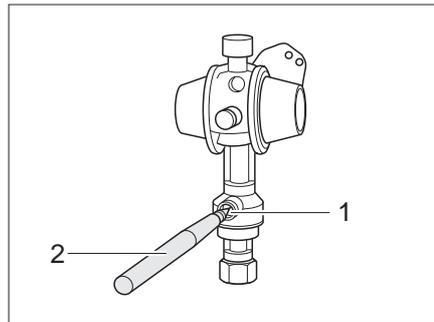

Bild 182 Crash-Sensor
- Mit einem Stift (Bild 182,2) den Entsicherungsknopf (Bild 182,1) mehrere Sekunden eindrücken.